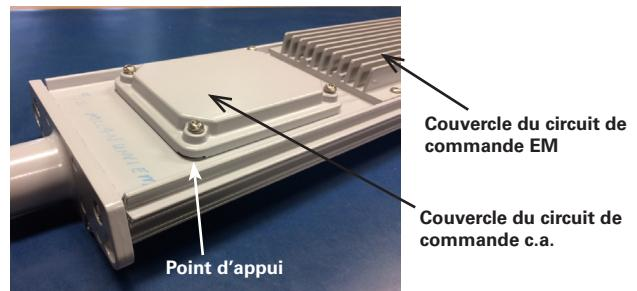
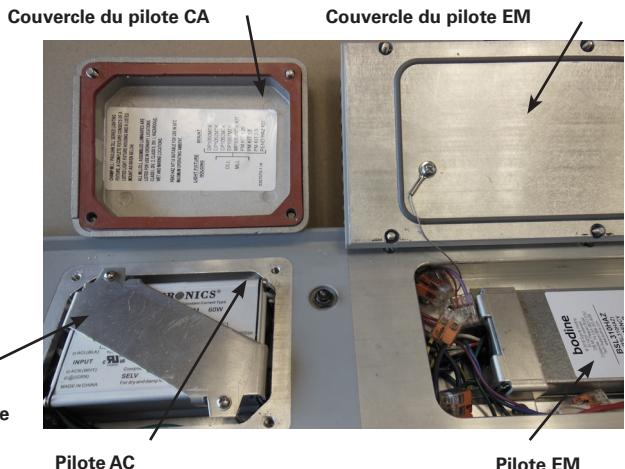

Figure 18
Figure 19
- Afin de faciliter le retrait du couvercle du circuit de commande, un point d'appui se trouve dans l'un des coins du circuit (voir la figure 18).
- Débrancher les conducteurs d'entrée et de sortie du circuit à remplacer (voir la figure 19).
- Déposer les deux (2) vis ainsi que le support qui fixe le circuit de commande en place. Dévisser la vis de mise à la terre avec un embout à tête hexagonale, retirer la cosse à anneau, puis retirer le circuit de commande.
- Décoller un côté de deux (2) des socles thermiques et les coller côté à côté au bas du nouveau circuit de commande Crouse-Hinds d'Eaton. De la même manière, coller le troisième socle thermique sur le côté intérieur du support, comme illustré ci-dessous. Après avoir décollé l'autre côté des socles thermiques, joindre le circuit de commande au support, avec l'encoche orientée vers le côté du panneau à DEL et monter le boîtier à l'aide des vis d'alignement fournies dans la trousse (voir la figure 18). S'assurer que les anciens socles thermiques, s'ils sont toujours collés au boîtier ou au support, sont retirés avant de procéder au montage.
- Placer le nouveau circuit de commande dans le luminaire. S'assurer que les fils conducteurs des panneaux à DEL sont bien rangés dans le boîtier et que les connecteurs des fils d'entrée et du gradateur sont placés dans le chemin de câbles sous le circuit de commande et qu'ils sont acheminés dans la zone de câblage d'entrée (voir la figure 19).
- S'assurer que le circuit de commande est en contact direct avec le boîtier du luminaire et qu'aucun fil n'est coincé entre le circuit de commande et le boîtier. Fixer à l'aide des deux (2) vis avec le support du circuit de commande et serrer à un couple de 5 lb-po. (0,6 N-m).
4. Desserrez les dix (10) vis du couvercle du circuit de commande EM, puis l'ouvrir et le laisser tomber sur le support (voir la figure 19).
6. Retirer les deux (2) colliers (deux [2] vis par collier) fixant le circuit de commande, puis le retirer.
8. Replacer le nouveau circuit dans le luminaire en s'assurant que les fils sont orientés vers le circuit de commande c.a., que le circuit de commande EM est en contact direct avec le boîtier du luminaire et qu'aucun fil n'est coincé entre le circuit de commande EM et le boîtier. Fixer le circuit à l'aide de deux (2) colliers (deux [2] vis par collier) et serrer à 2,3 N.m (20 lb-po).